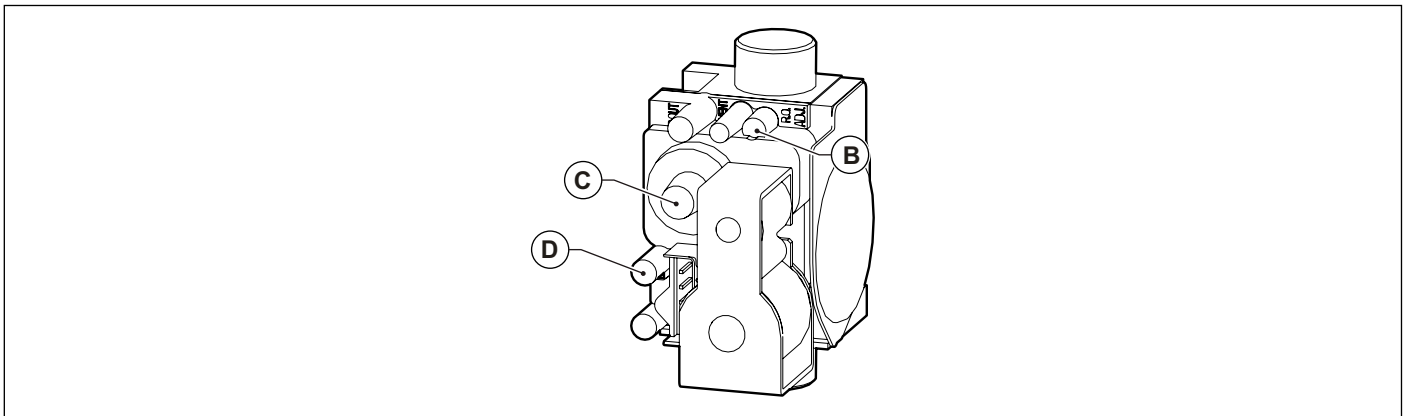

Fig. 35 Regulación válvula de gas
- Regular el valor del anhídrido carbónico (CO₂) en los humos girando el regulador de relación **B** (ver Fig. 35 Regulación válvula de gas) y asegurarse de que no supere los límites de la Tab. 33 Valores de CO₂ en los humos.
- Regular el valor del anhídrido carbónico (CO₂) en los humos girando el regulador de offset **C** (ver Fig. 35 Regulación válvula de gas) y asegurarse de que no supere los límites de la Tab. 33 Valores de CO₂ en los humos.
- Girar el regulador de relación **B** (ver Fig. 35 Regulación válvula de gas) para regular el valor del oxígeno (O₂) en los humos mientras permanece en los límites de la Tab. 34 Valores de O₂ en los humos.
- Girar el regulador de offset **C** (ver Fig. 35 Regulación válvula de gas) para regular el valor del oxígeno (O₂) en los humos y la presión de offset mientras ambos permanezcan en los límites de la Tab. 34 Valores de O₂ en los humos.